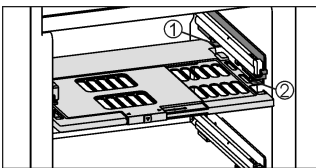

Fig. 7
- ▶ Vochtreguleringsplaat terugplaatsen: dekselranden van de plaat van onder in de achterste houder Fig. 7 (1) plaatsen en aan de voorkant in de houder Fig. 7 (2) vastklikken.